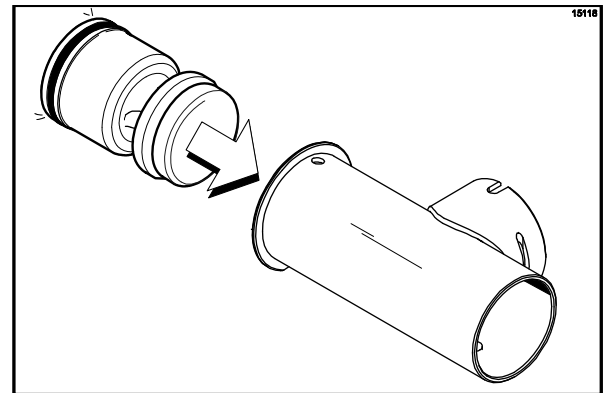

Abbildung 145
4. Den Kolben vom Haltestiftende aus in das Pumpengehäuse hineinschieben. (Siehe Abbildung 145.)